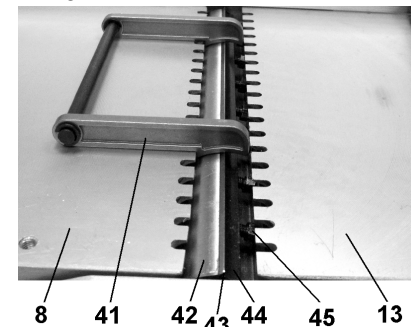

Рис.13
12. ЗАМЕНА И УСТАНОВКА СТРОГАЛЬНЫХ НОЖЕЙ, РИС.13